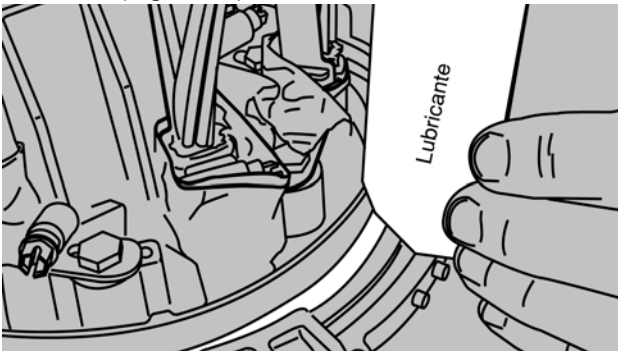

FIGURA 24
**24.** Aplique una pequeña cantidad de lubricante alrededor del anillo sellador ubicado en la parte interna del disco. (Figura 24)